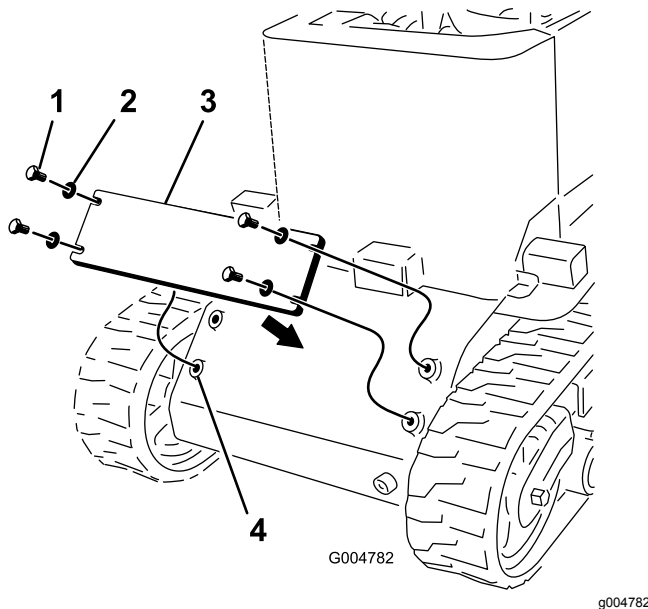

Figura 6
1. Aplique fijador de roscas a los 4 pernos ($\frac{1}{2}$ x $1\frac{1}{4}$ "), y utilícelos junto con 4 arandelas para instalar el contrapeso en la parte delantera de la máquina (Figura 6).